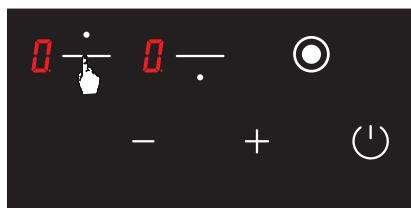

Рис. 15
2. Нажмите кнопку выбора верхней конфорки еще раз (см. Рис. 15).